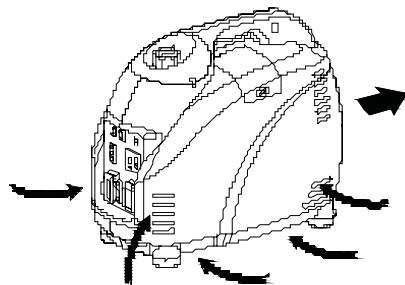

Рис. 1
3. Двигатель и глушитель сильно нагреваются (Рис. 1).